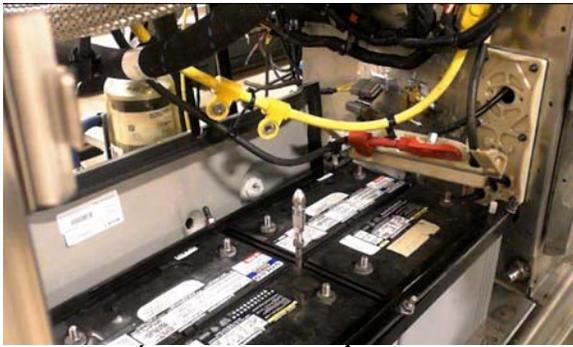

FIGURE 33 DÉGAGEMENT DES CÂBLES
- Dégager tous les câbles des batteries sur le côté (FIGURE 33).